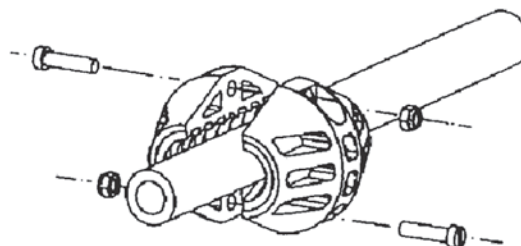

Fig. 7
- Remove the hose stop (fig. 7).
- Aflojar y desmontar el tope de manguera (fig. 7).